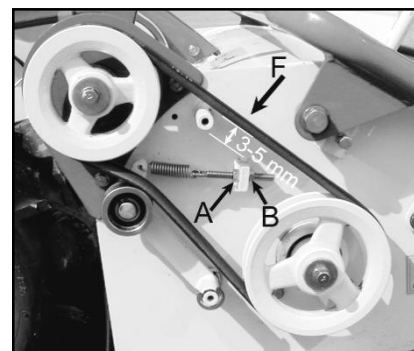

Figura 23
- Premere la cinghia con il dito in posizione mediana tra le 2 pulegge (F, Figura 23): la cinghia deve flettere di circa 3 ~ 5 mm. In caso contrario, registrare la tensione della cinghia mediante i dadi “A” e “B”